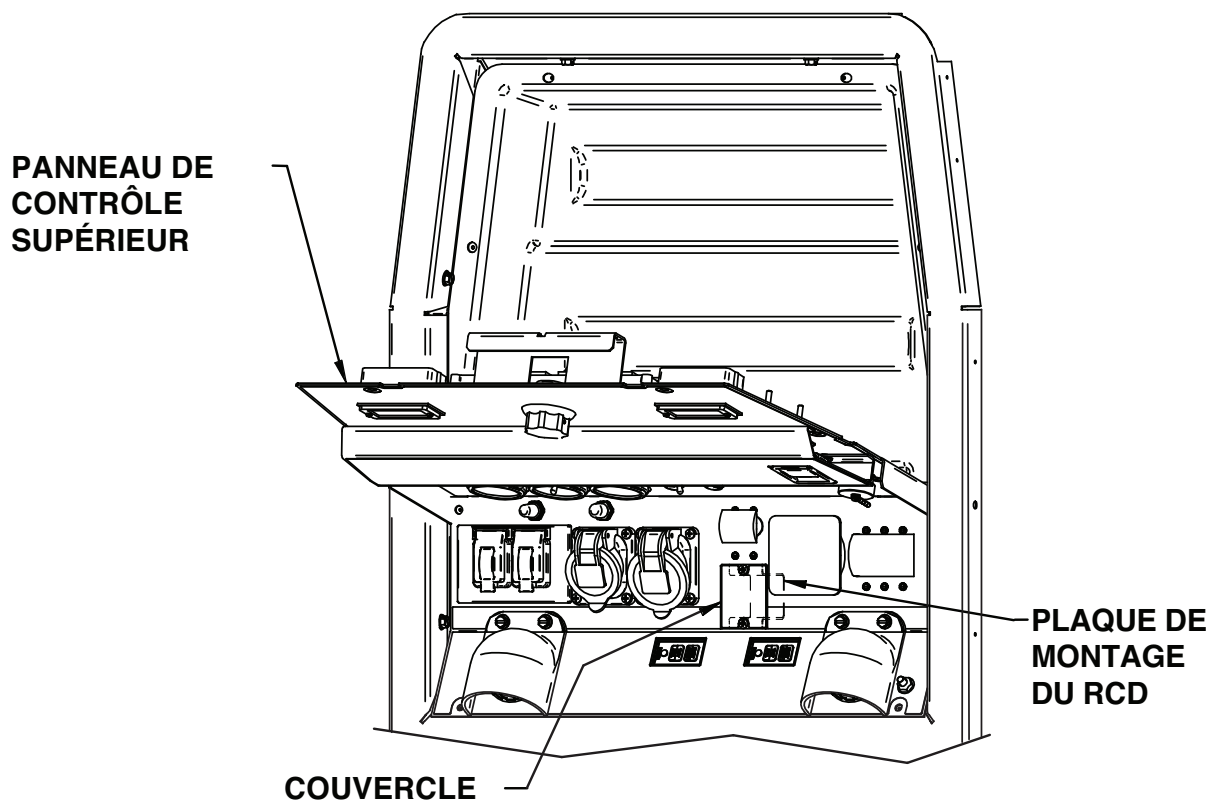

FIGURE 1
3. TOUT EN SOUTENANT LA PLAQUE DE MONTAGE DU RCD, RETIRER LES DEUX VIS QUI MAINTIENNENT EN PLACE LE COUVERCLE LA PLAQUE DE MONTAGE DU RCD. METTRE DE CÔTÉ LA PLAQUE DE MONTAGE DU RCD ET LES VIS PUIS JETER LE COUVERCLE. (VOIR LA FIGURE 1).